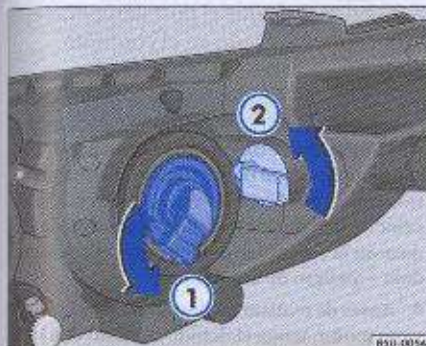

Fig. 143 Vista de la lámpara de luz de cruce y lámpara del indicador de dirección
- Remueva el portalámparas ⇒ fig. 143 ① girándolo en el sentido antihorario - flecha -.